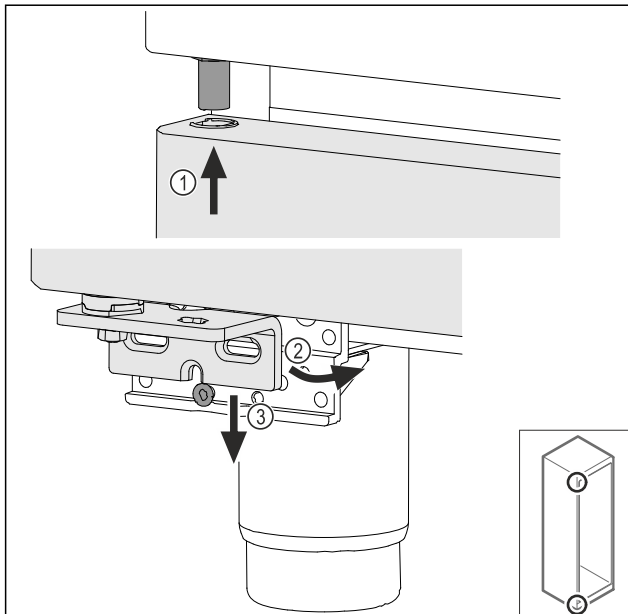

Fig. 42
- Enfiler la porte légèrement inclinée en haut Fig. 42 (1), redresser la porte Fig. 42 (2) et la poser en bas sur la vis du support de palier Fig. 42 (3).